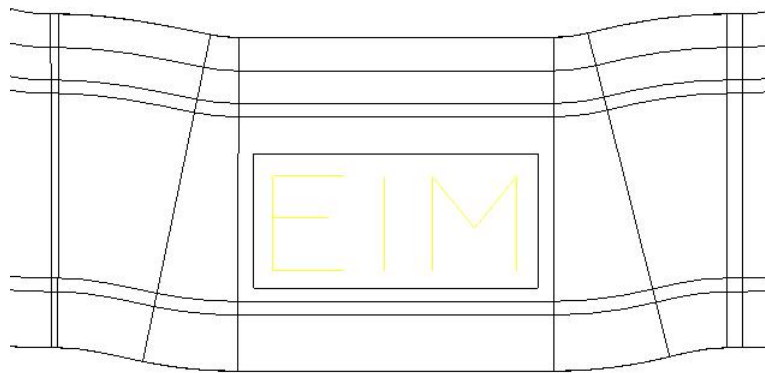

Figura 2.223 Seleccionar el texto con un recuadro.
- Seleccionar con un recuadro el texto (Figura 2.223).